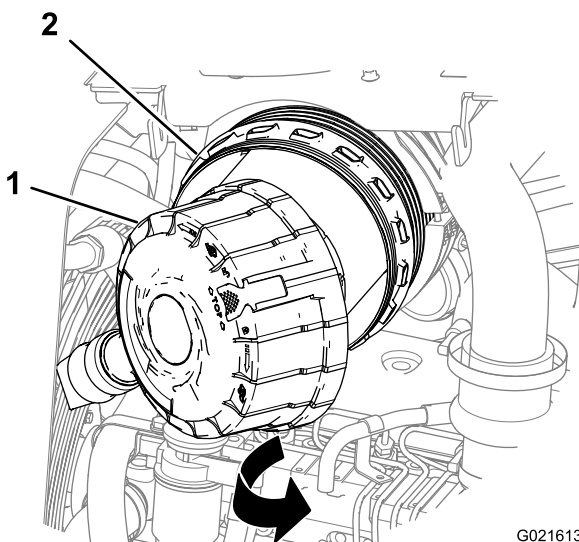

Figure 49
4. Soulevez le couvercle du filtre à air du boîtier pour le retirer (Figure 49).
2. Alignez le couvercle du filtre à air sur le boîtier (Figure 49).
3. Utilisez un chiffon propre humide pour nettoyer l'intérieur du boîtier du filtre à air (Figure 49).
3. Nettoyez l'intérieur du boîtier du filtre à air avec un chiffon propre humide (Figure 49).